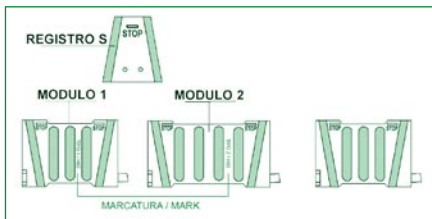

Fig. 1
E' un modulo con 3 pattini distanziatori ed una marcatura che riporta la loro altezza - es. TIPO 1/H60 (Fig. 1).
It's a module with 3 spacing blocks and a mark indicating the spacing blocks height - ex. TIPO 1/H60 (Fig. 1).
E' un modulo con con 3 pattini distanziatori ed una marcatura che riporta la loro altezza - es. TIPO 2/H60 (Fig. 1).
It's a module with 3 spacing blocks and a mark indicating the spacing blocks height - ex. TIPO 2/H60 (Fig. 1).
E' l'elemento di unione e di registro del serraggio tra i MODULI (Fig. 1).
It's the register element for the tightening between MODULES (Fig. 1).
2. Formare manualmente la banda continua utilizzando i **MODULI 1** e/o **2** ed unendoli mediante i **REGISTRI S** (vedi **Fig. 1**).
*Form the spacer manually, using the required **MODULES 1** and/or **2**, and join them through **REGISTERS S** (see **Fig. 1**).*